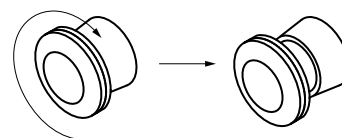

Abb. 2.2 Deaktivieren des Notaus-Schalter (**E-STOP**).
3. Vergewissere dich, dass der **Notaus-Schalter (E-STOP)** nicht gedrückt ist. Ist er es, drehe ihn so weit wie möglich im Uhrzeigersinn und lass ihn los (Abb. 2.2).